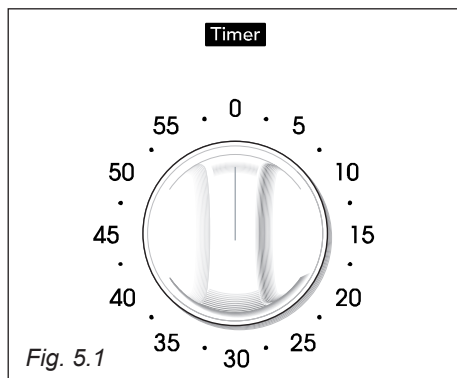

Fig. 5.1
**MODELLI CON CONTAMINUTI MECCANICO 60'** (fig. 5.1)